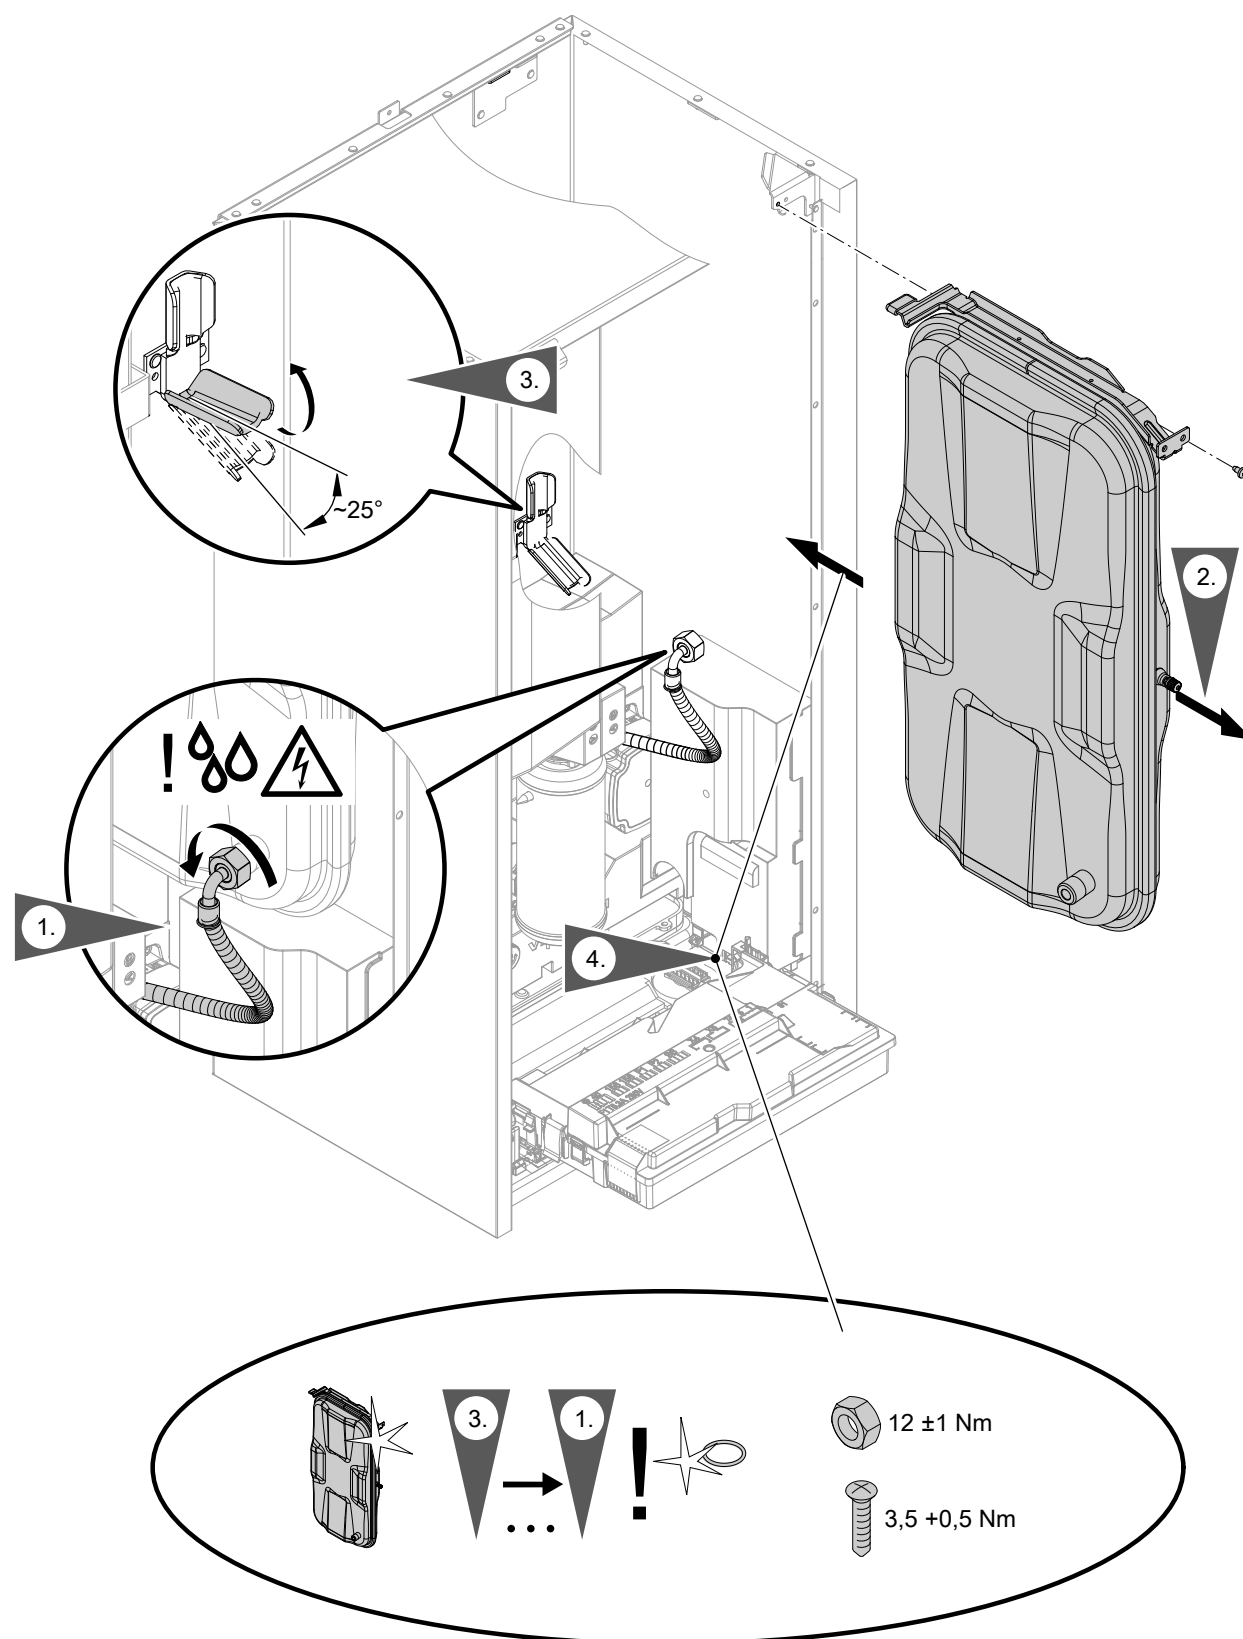

Fig. 76
- Vas de expansiune: vezi fig. 76.